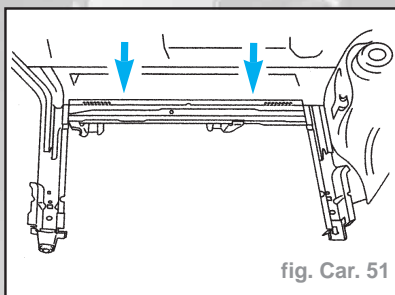

fig. Car. 51
- soyer la zone de raccordement du panneau latéral (fig. Car. 51).